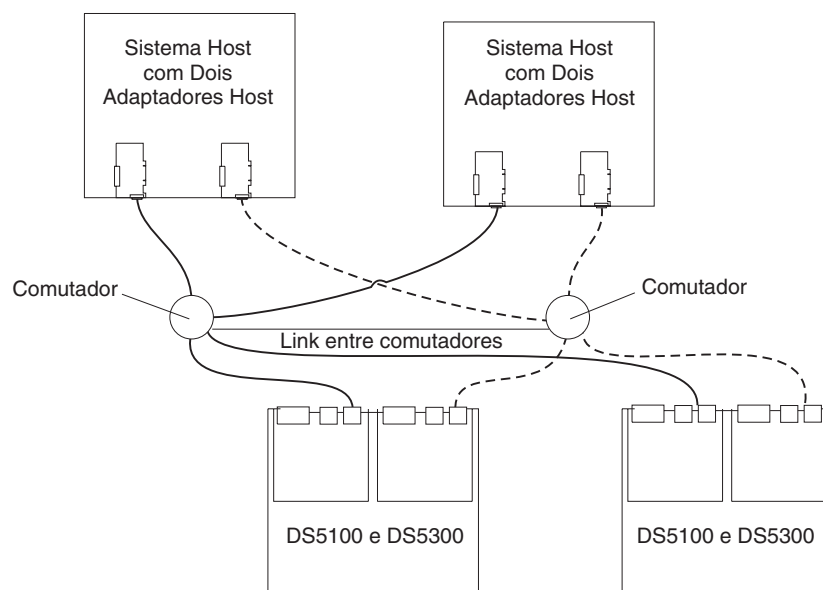

Figura 80. Exemplo de dois subsistemas de armazenamento em um único ambiente de malha SAN
- Configuração de malha SAN dupla, com um DS5100 e DS5300 adicional conectado, conforme mostrado na Figura 80 na página 123
No Figura 80, os comutadores de Fibre Channel são conectados conjuntamente.